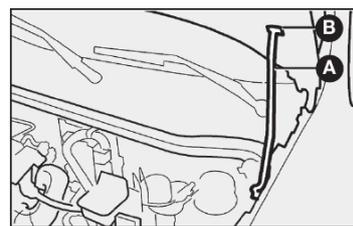

fig. 74
- 3) levantar o capô segurando-o pela parte central e, simultaneamente, soltar a vareta de suporte A-fig. 74 do seu dispositivo de travamento;
- 4) introduzir a extremidade da vareta na abertura B-fig. 74 do capô do motor.
- 1) manter levantado o capô com uma mão e, com a outra, tirar a vareta A-fig. 74 da abertura B e repô-la no seu dispositivo de bloqueio;